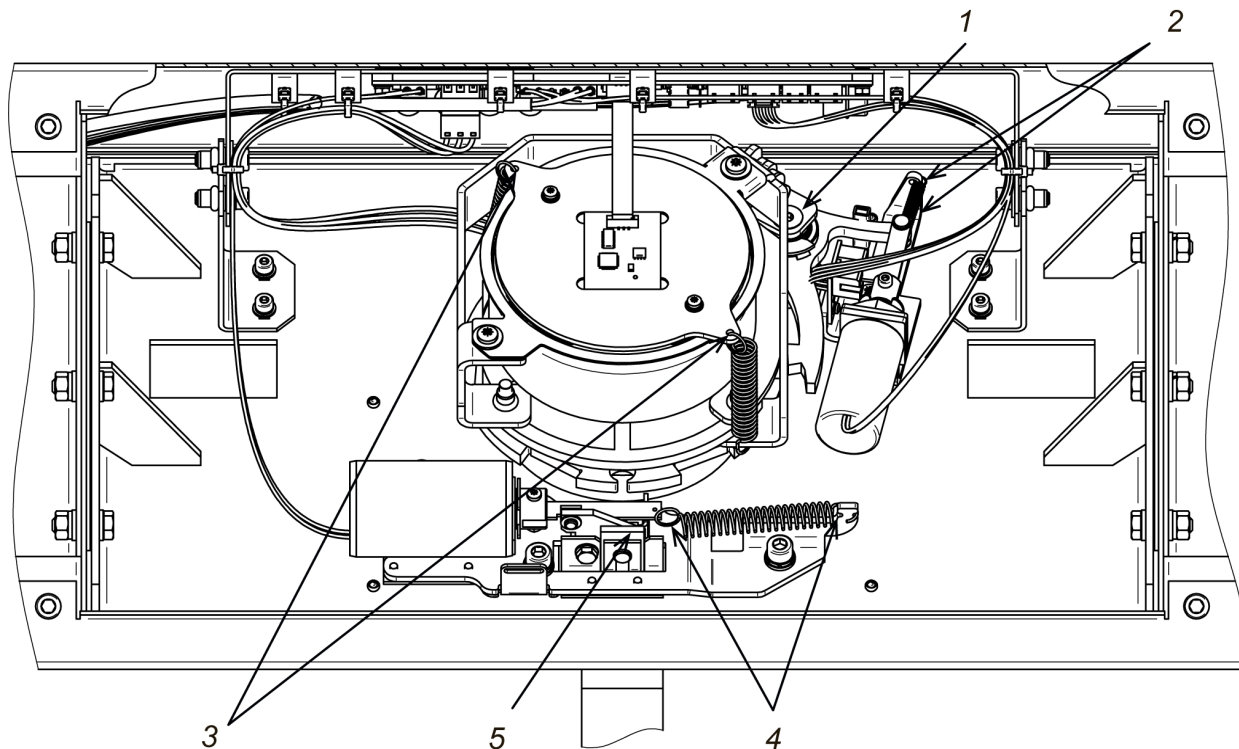

Рисунок 22. Узел вращения преграждающих планок турникета
3. Проверьте надежность крепления преграждающих планок (5) к маховику и при необходимости подтяните установочные винты крепления преграждающих планок.
5. Снимите основную крышку (2) турникета в порядке, указанном в разд. 6, и положите ее на ровную устойчивую поверхность.
- ось вращения рычага стопора (точка **1** на рис. 22) – смазкой **Chain and Rope Lube Spray – WEICON** или другой с аналогичными свойствами;
- места крепления пружин (точки **2, 3, 4** на рис. 22) – молибденовой смазкой;
- детали механизма аварийного открытия прохода (автоматического опускания преграждающей планки «Антипаника», точка **5** на рис. 22) – смазкой **Chain and Rope Lube Spray - WEICON** или другой с аналогичными свойствами.